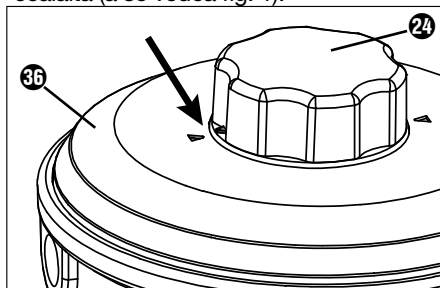

Fig. 1
- 1) Asigurați-vă că cele două săgeți de pe capac 35 și de pe butonul rotativ 24 al bobinei cu fir 23 sunt îndreptate una spre cealaltă (a se vedea fig. 1).